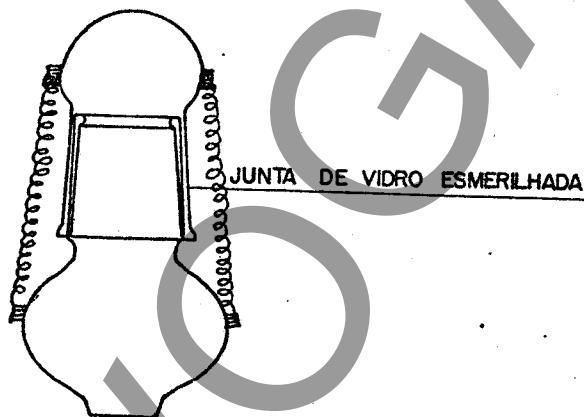

FIGURA 2 - Detalhe do frasco do viscosímetro Ubbelohde modificado para ensaios a altas temperaturas
3.2.4.3 Introduzir a massa  $\underline{m}$  pesada no frasco do viscosímetro (Figura 2).